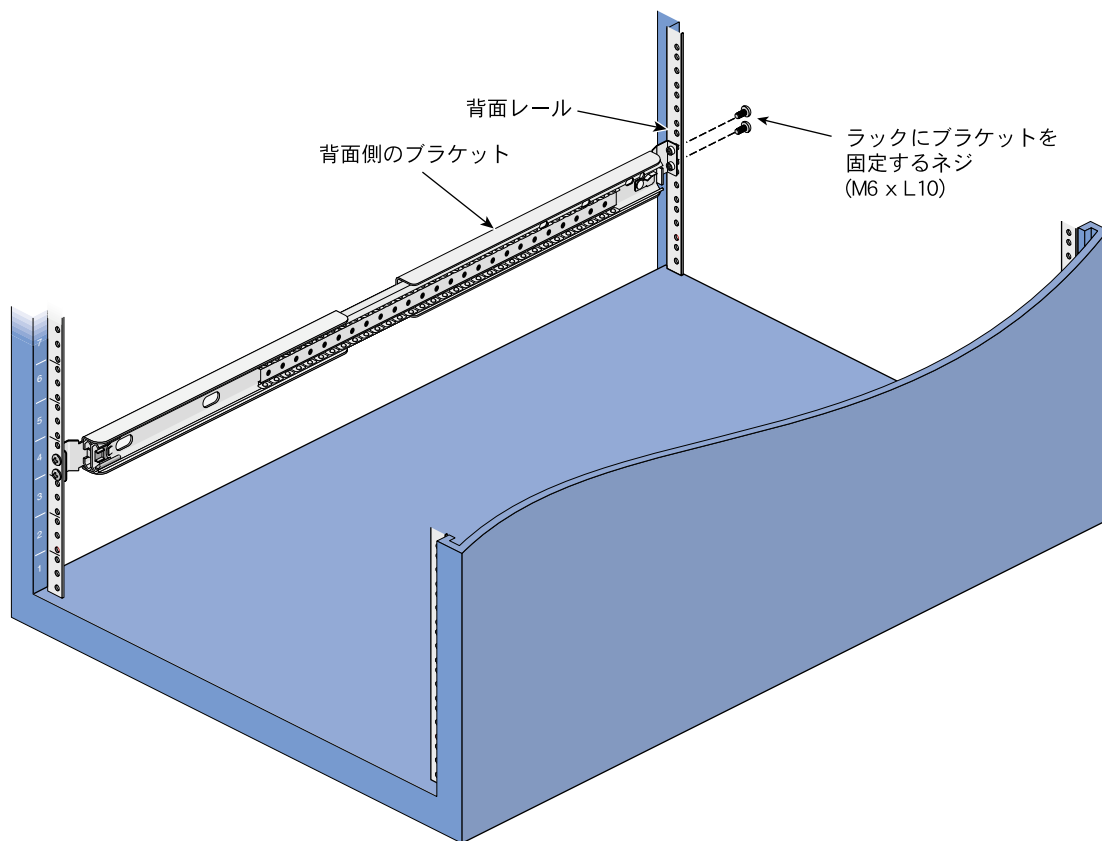

図2-6 スライドブラケットを背面ラックレールに固定する
4. 2つのM6xL10ネジを2つ使って、ブラケットをラックレールに固定します（図2-6参照）。